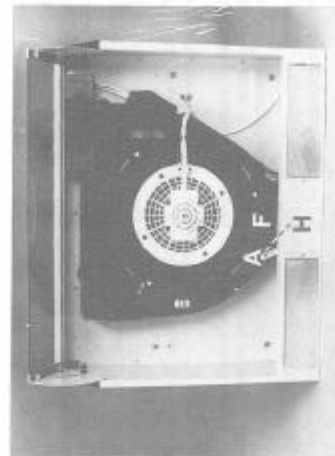

Fig. 4
- Entfernen Sie die Schraube G, die den Hebel H in Position A sperrt. Drehen sie den Hebel bis Position F und sperren Sie ihn dann wieder mit der dafür vorgesehenen Schraube (Abb. 4).